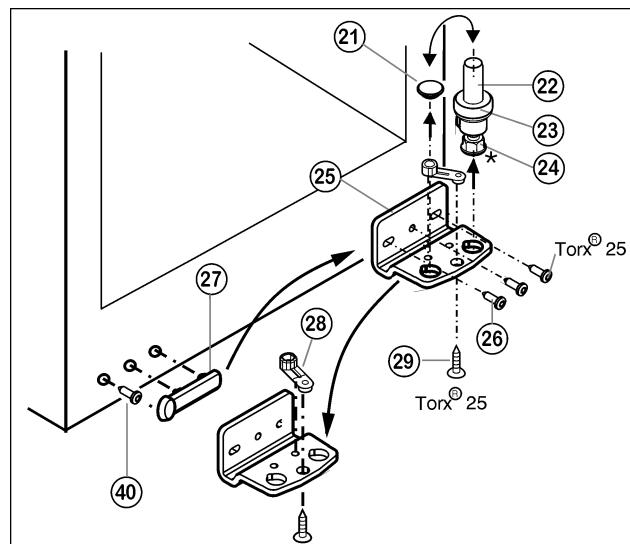

Fig. 5
- Lagerbolzen Fig. 5 (22) komplett, mit Scheibe Fig. 5 (23) und Stellfuß\* Fig. 5 (24) nach oben herausziehen.
- Stopfen Fig. 5 (21) abheben.
- Lagerbock Fig. 5 (25) abschrauben Fig. 5 (26).
- Lagerteil Fig. 5 (28) abschrauben Fig. 5 (29) und in das gegenüberliegende Aufnahmeloch des Lagerbocks umsetzen, wieder festschrauben.
- Griffseitige Abdeckung Fig. 5 (27) vorsichtig abheben, Schraube Fig. 5 (40) herausdrehen und beides auf die Gegenseite umsetzen.
- Lagerbock Fig. 5 (25) auf der neuen Scharnierseite ggf. mit Hilfe eines Akkuschraubers **fest (mit 4 Nm)** wieder anschrauben.
- Stopfen Fig. 5 (21) in das andere Loch wieder einsetzen.
- Lagerbolzen Fig. 5 (22) komplett, mit Scheibe und Stellfuß\*, wieder einsetzen. Dabei darauf achten, dass der Rastnocken nach hinten zeigt.
- Tür von oben auf Lagerbolzen unten Fig. 5 (22) aufsetzen.
- Oberen Lagerbock (12) auf der neuen Scharnierseite in die Tür einsetzen.
- Oberen Lagerbock (12) **fest (mit 4 Nm)** anschrauben (2 mal Torx® 25) (13). Schraublöcher evtl. vorstechen oder Akkuschrauber verwenden.
- Abdeckung (10) und Abdeckung (11) jeweils auf der Gegenseite aufrasten.
- Die Tür evtl. über die beiden Langlöcher im Lagerbock unten Fig. 5 (25) fluchtend zum Gerätegehäuse ausrichten. Dazu mittlere Schraube herausdrehen.